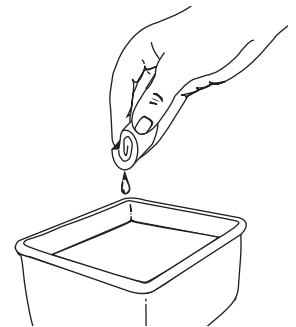

Fig. 33
3. Lave el filtro con agua y detergente (Fig. 33). Enjuague bien el filtro y déjelo secar.